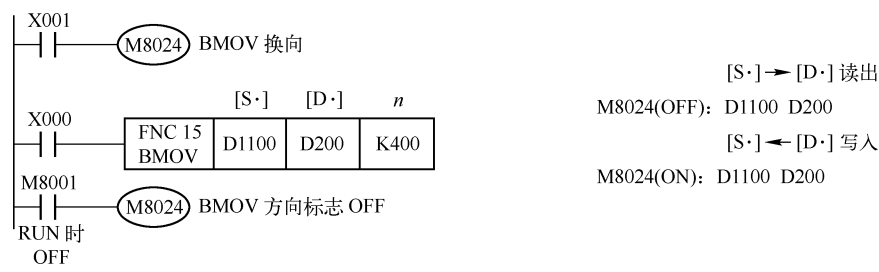

图 1-21 改变数据传送方向
1) 控制 FNC15（BMOV）指令的方向标志 M8024，可以改变数据传送方向，如图 1-21 所示。